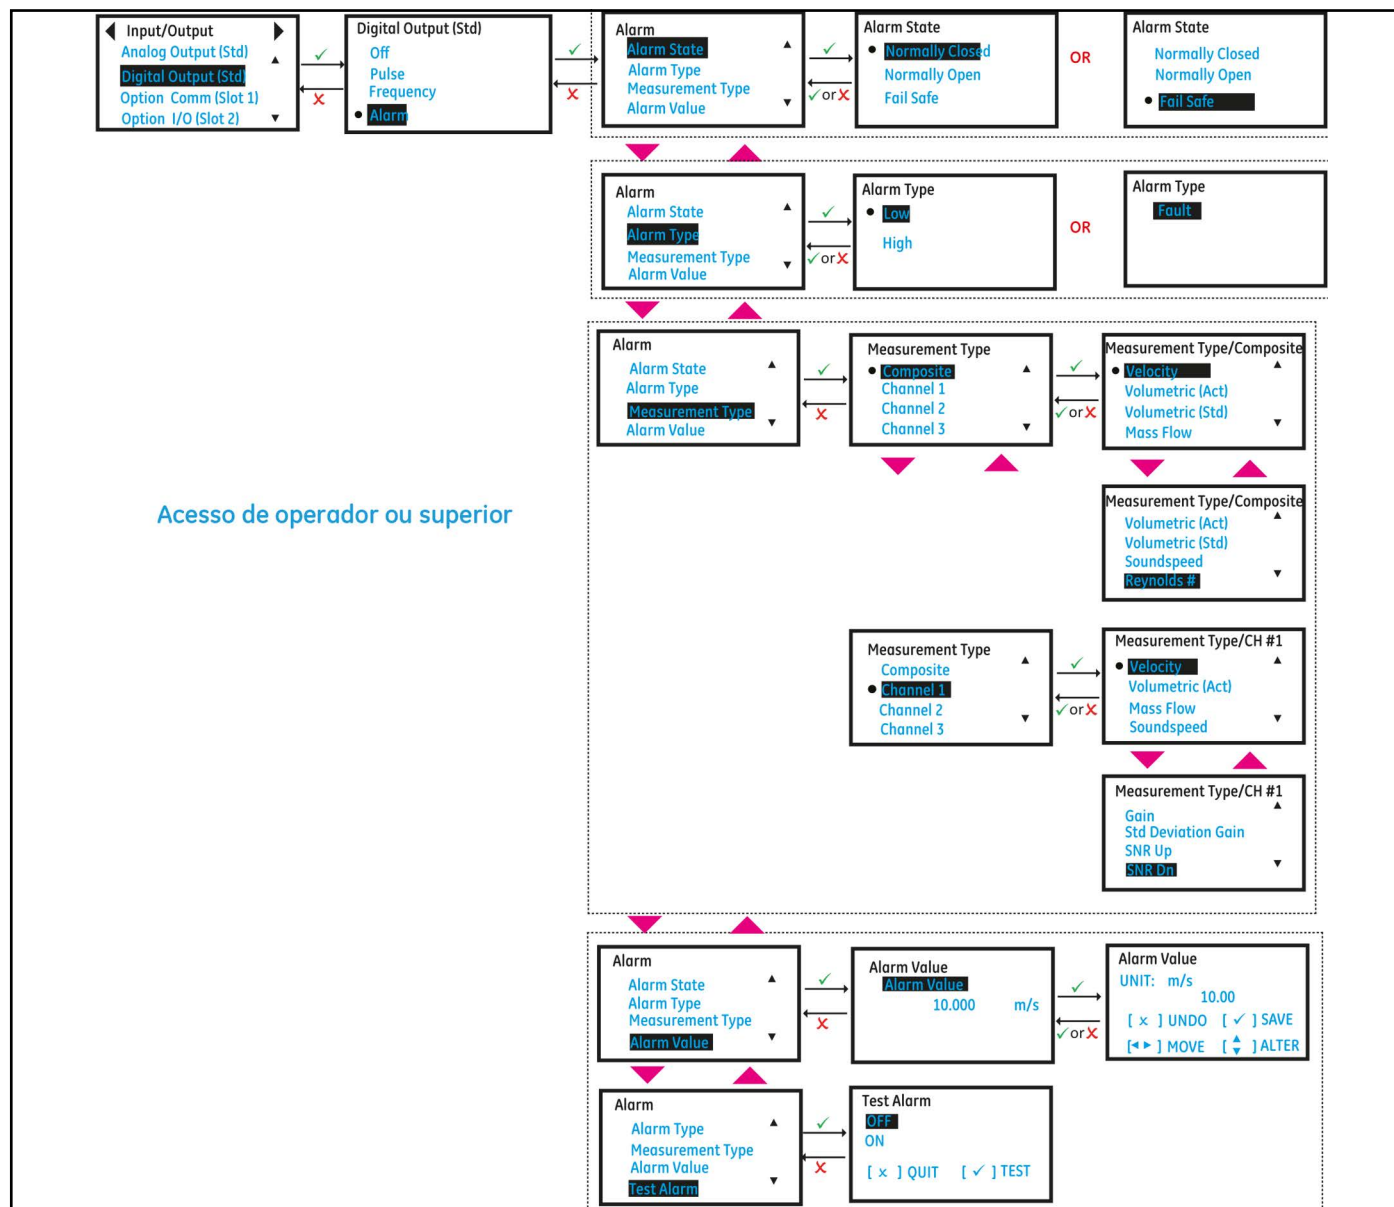

Figura 34: Configurar saída de alarme
2. Selecione as opções **[Estado do alarme]**, **[Tipo de alarme]**, **[Tipo de medição]**, **[Testar alarme]** e **[Valor do alarme]** mais adequadas às suas necessidades. A *Figura 34* abaixo apresenta as opções disponíveis. Consulte também a *Tabela 14* abaixo para compreender cada opção.